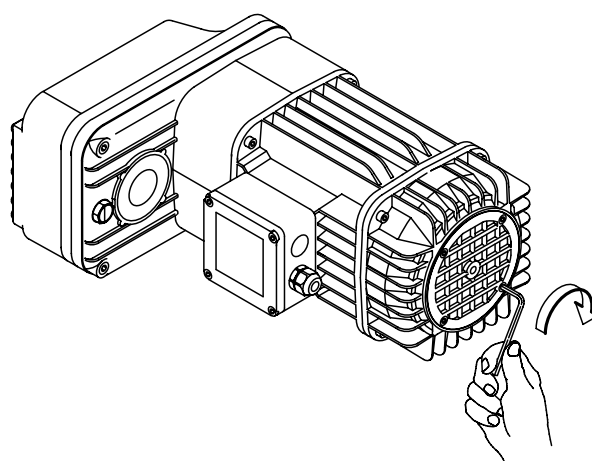

fig. 158
3. Eseguire le prove di scorrimento e di frenata, se necessario ripetere le operazioni descritte fino ad ottenere la coppia di frenatura desiderata dopo aver rimontato l'areatore ed aver serrato a fondo le relative viti testa cava esagonale (fig. 158).